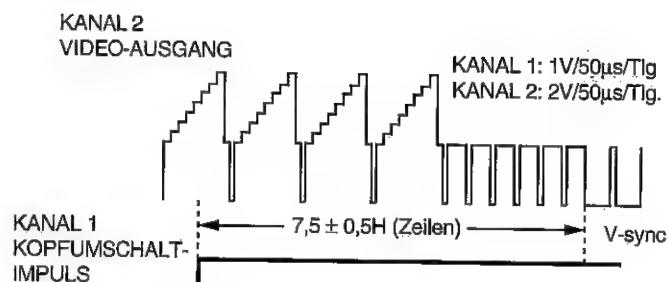

Abbildung 5-2.
5. Die Überprüfung der Wellenform am Oszilloskop gemäß Abbildung 5-2. unmittelbar nach Einstellung des Kopfumschaltpunktes vornehmen.